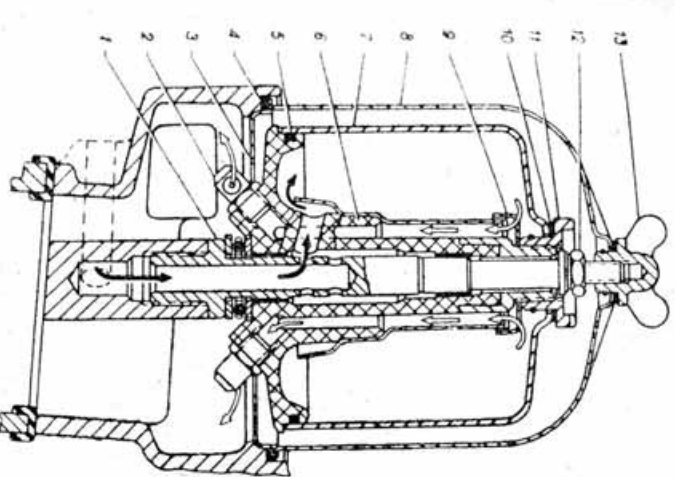

Рис. 13. Фильтр центробежной очистки масла.
3. В фильтр центробежной очистки масла поступает под давлением из системы смазки двигателя. Фильтр имеет ротор (рис. 13), свободно вращающийся под действием реакции струи масла, выбрасываемого под давлением через два жиклера. При вращении ротора тяжелые частицы грязи и осадки отбрасываются на стенки колпака, на котором и оседают. Далее масло проходит через сетку и очищенное, выбрасываясь из жиклеров, стекает в картер двигателя.